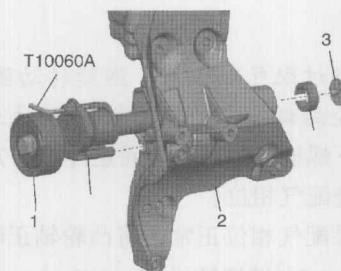
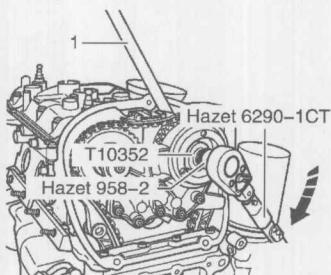

图1-3-2 拆凸轮轴调节阀
图1-3-3 固定进气凸轮轴
④旋出螺栓3，并将多楔带的张紧装置1从辅助机组支架2中取下，拆卸凸轮轴调节阀1 N205，如图1-3-2所示。
⑤拆卸正时链上部盖板。
⑥用一把18in的扳手1固定进气凸轮轴，用拆卸工具T10352、转换接头Hazel9582和扭力扳手Hazel 62901CT沿图1-3-3所示箭头方向拆下控制阀。